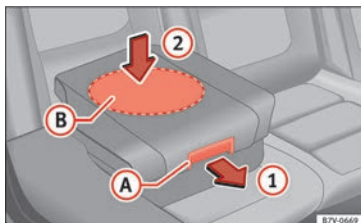

Fig. 97 Asiento integrado para niños: bajar el cojín.
- Tire del cojín hacia delante por la palanca de desbloqueo » » **fig. 97 A** en la dirección de la flecha **1**.
Al bajar el asiento integrado para niños, presione sólo sobre el centro del cojín » » **fig. 97 2**. De lo contrario, el cojín se podría torcer y no encastrar correctamente.